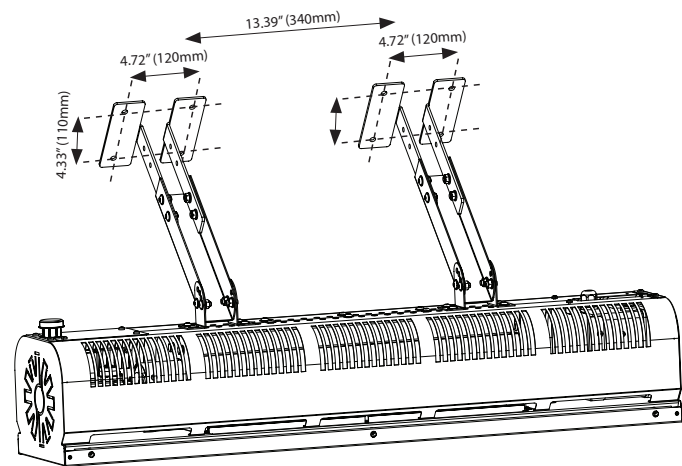

FIGURA 8
2. Coloque el calefactor como se muestra en la Figura 8 y en la Figura 9, deslice el gancho de montaje del calefactor sobre el soporte e instale el perno a través del gancho y el soporte.